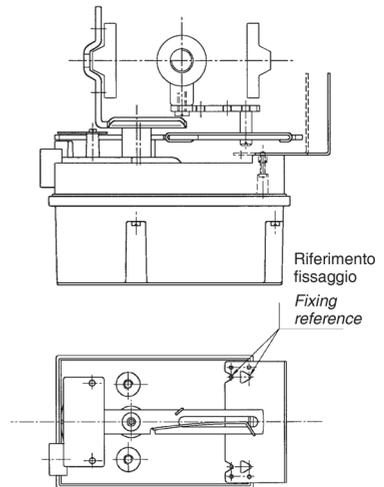

Fig. 7
- 7) Posizionare la piastrina di protezione (D) come illustrato in Fig. 7 utilizzando i fori più adatti alla larghezza del castello della valvola.
- 7) Fit the protection plate (D) as indicated by the Fig. 7, using the proper holes according to the size of the control valve yoke.